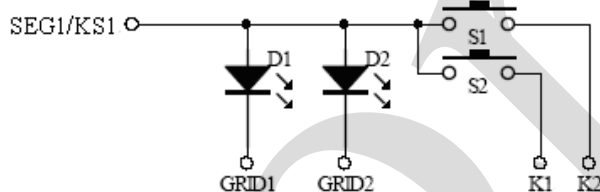

图14
1、在硬件上,可以将需要同时按下的键设置在不同的K线上面如图14所示: